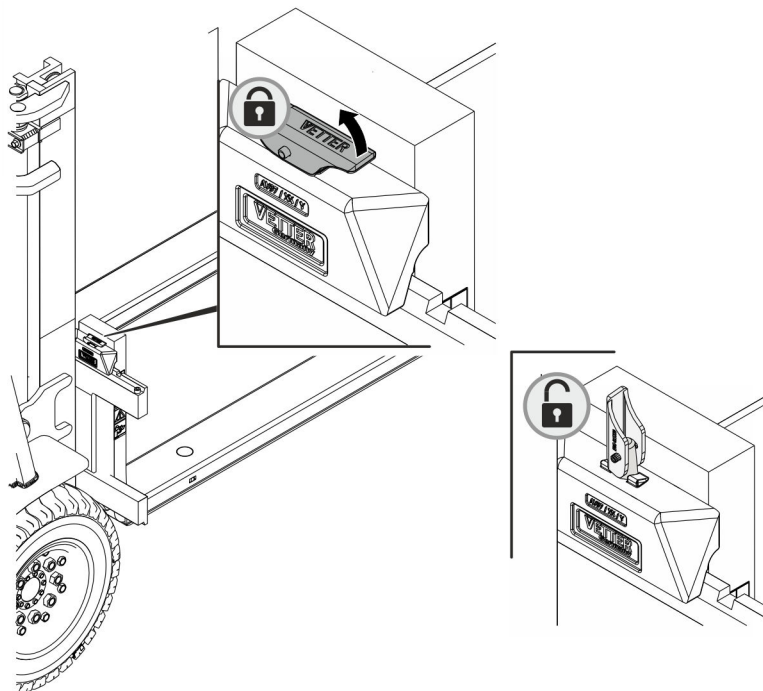

Abb. 9: Arretierung öffnen
4. ➤ Arretierung der ManuTel® G2 öffnen (Arretierungshebel der Arretierung senkrecht nach oben stellen; Abb. 9).